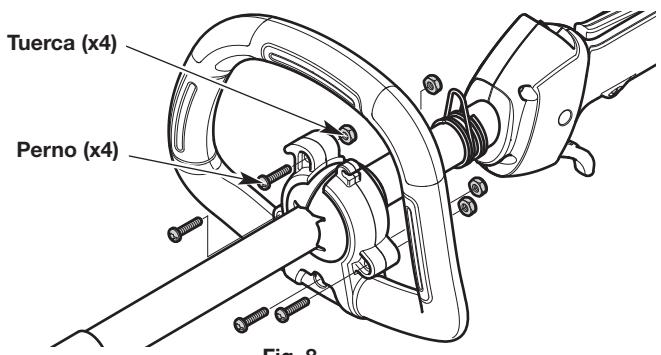

Fig. 8
- Inserte una tuerca en una de las entrantes hexagonales de la parte posterior del soporte de la manija trasera (Fig. 8). Verifique que el lado redondo de la tuerca mira hacia afuera. Fije la tuerca en su lugar con un dedo. Inserte un perno en el correspondiente orificio del soporte de la manija delantera (Fig. 8). Ajuste el perno con un destornillador de cabeza plana o T20 Torx®. Repita este paso hasta que los cuatro (4) pernos estén bien instalados.